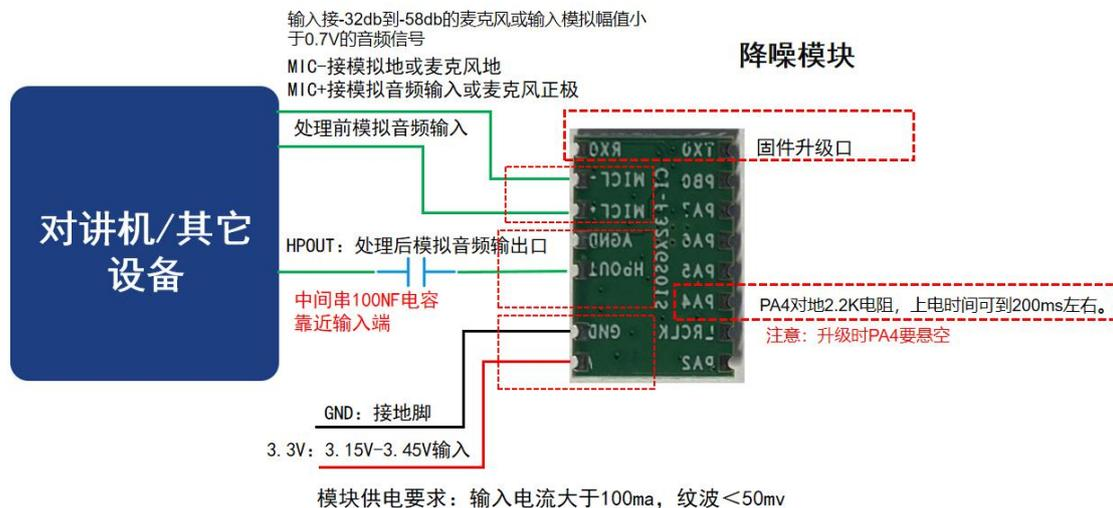

图 6 模块应用连接图
1. 注意要先把 TX, RX, GND 接上，然后烧录工具再勾选对应串口号（图 6），再供电